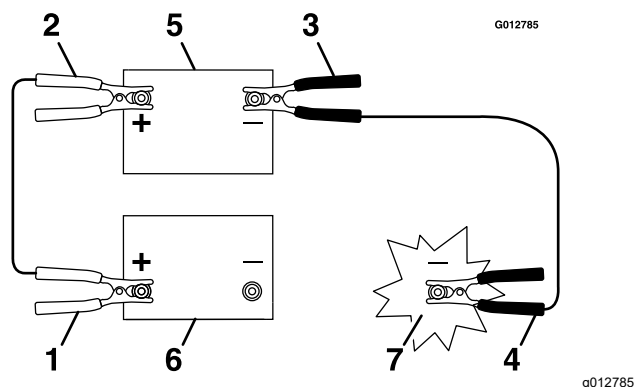

Figura 42
- Collegate il cavetto portatile positivo, di colore rosso (+), al morsetto positivo della batteria scarica, come illustrato nella Figura 42.
- Collegate l'altra estremità del cavo positivo al morsetto positivo della batteria ausiliaria (Figura 42).
- Alla macchina con una batteria scarica, collegate l'altra estremità del cavetto portatile al blocco motore, in un punto lontano dalla batteria e dalle cinghie (Figura 42).
- Rimuovete il cavo negativo dal blocco motore (Figura 42).
- Rimuovete il cavo positivo dalla batteria scarica (Figura 42).
- Rimuovete il cavo positivo dalla batteria ausiliaria (Figura 42).